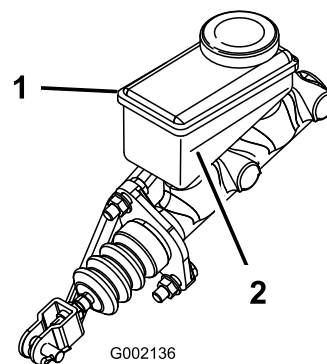

Figura 54
3. Observe o nível do fluido na parte lateral do reservatório (Figura 54).
- B. Adicione fluido dos travões DOT 3 ao reservatório até o nível do fluido estar acima da linha de mínimo (Figura 54).